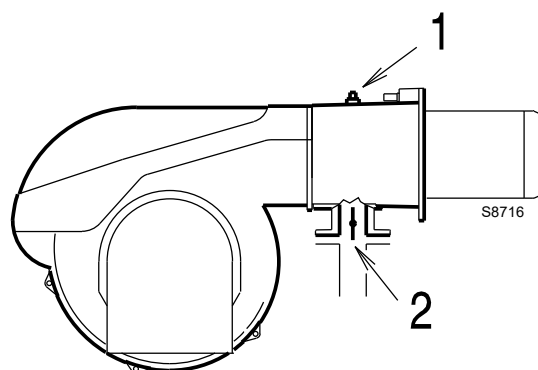

Fig. 19
Pressione del gas misurata alla presa 1)(Fig. 19), con:
Perdita di carico farfalla gas 2)(Fig. 19) con apertura massima: 90°.
- sottrarre dalla pressione del gas alla presa 1)(Fig. 19) la pressione in camera di combustione.
Pressione del gas alla presa 1)(Fig. 19) = 8,0 mbar
Per conoscere invece la pressione del gas necessaria alla presa 1)(Fig. 19), fissata la potenza massima di modulazione alla quale si desidera funzioni il bruciatore:
- Leggere sulla destra, colonna 1, la pressione alla presa 1)(Fig. 19).
pressione necessaria alla presa 1)(Fig. 19).